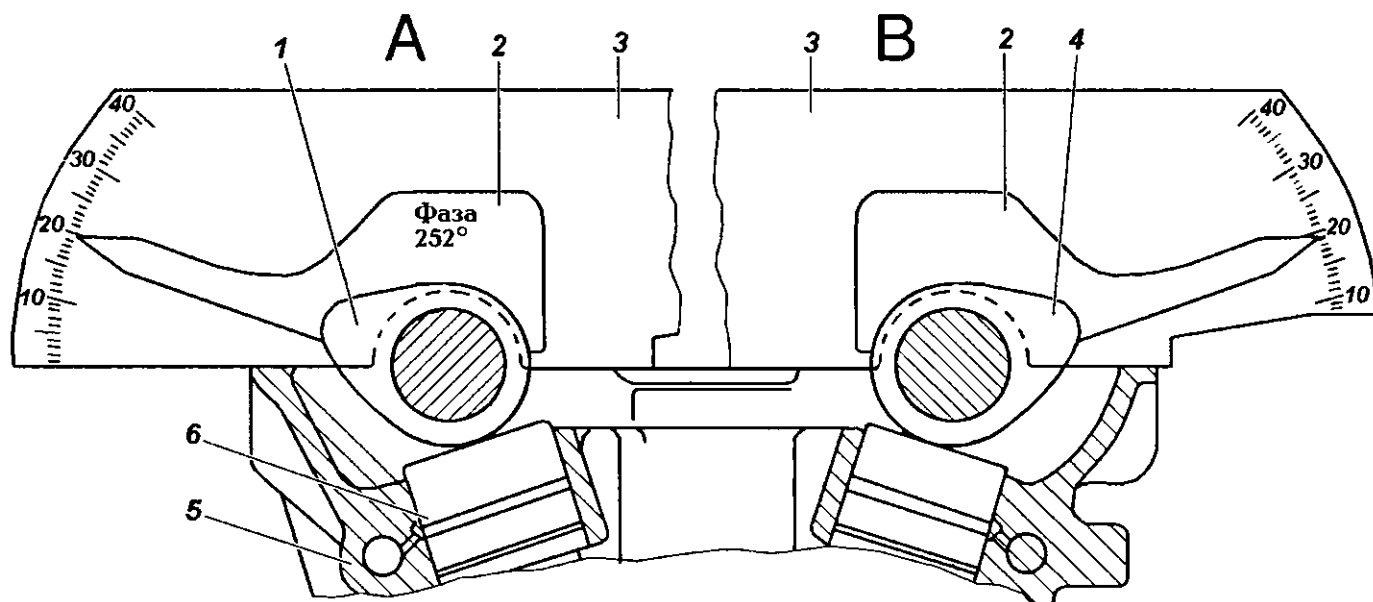

Рис. 4.66. Проверка углового положения распределительных валов:
7. Установите транспортир 3 (рис. 4.66) за первым кулачком распределительного вала впускных клапанов
(рис. 4.66 вид "А"), расположив его между кулачком и крышкой опоры распределительного вала. Прижимая транспортир 3 к верхней плоскости головки 5 цилиндров, приложите и плотно прижмите шаблон 2 к поверхности первого кулачка. При этом стрелка шаблона должна располагаться на метке транспортира $20^{\circ}30' \pm 2^{\circ}40'$
Аналогично проведите проверку углового положения первого кулачка распределительного вала выпускных клапанов (рис. 4.66, вид "В").